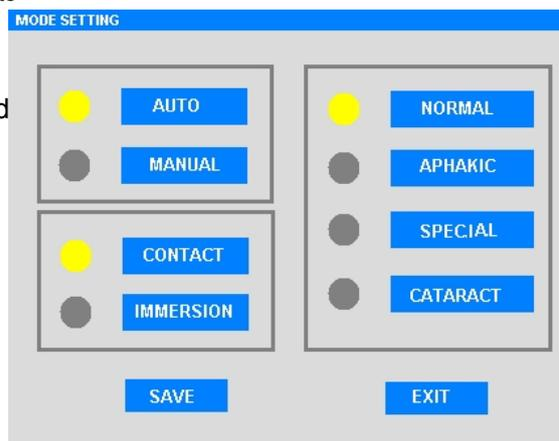

Figura 4.17 Interfaz de ajuste de modo
**NORM** Pulse la tecla para abrir el cuadro de diálogo que se muestra en la Figura 4.17.